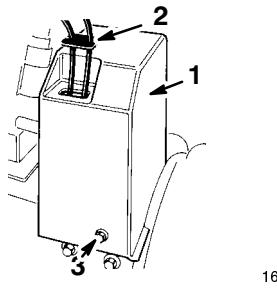

Figure 4
9. Montez le carter de courroie supérieur sur le châssis du moteur à l'aide de 3 boulons à embase de 13 mm (1/2") (Fig. 4).
10. Enfilez la plaque de passage sur les câbles puis insérez-la dans l'ouverture du carter de courroie (Fig. 4).